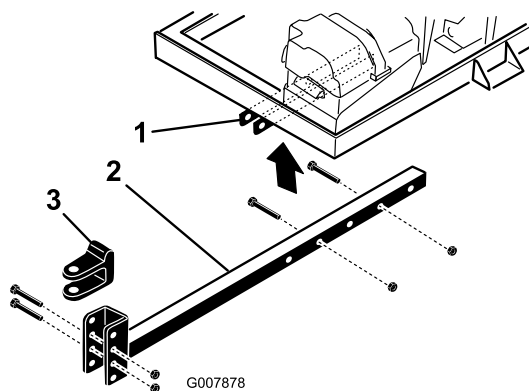

Figura 4
2. Introduzca la barra del enganche en los soportes del bastidor (Figura 4). Sujete la barra al bastidor con 2 pernos ($\frac{3}{8}$ " x 3") y tuercas con arandela prensada ($\frac{3}{8}$ ") y apriete las fijaciones a 40 N·m (30 pies-libra).
- Retire los pernos y las contratuercas que fijan la horquilla de enganche a la barra de enganche (Figura 4).
- Retire los pernos y tuercas que sujetan la barra de enganche a los soportes del bastidor (Figura 4).